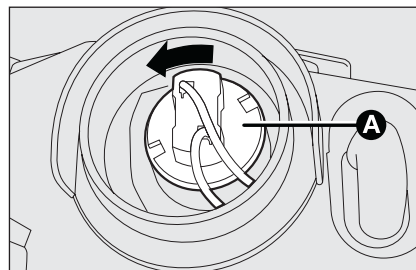

fig. 22
- ☐ rodar no sentido contrário ao dos ponteiros do relógio o porta-lâmpada **A**-fig. 22 e desapertá-lo;